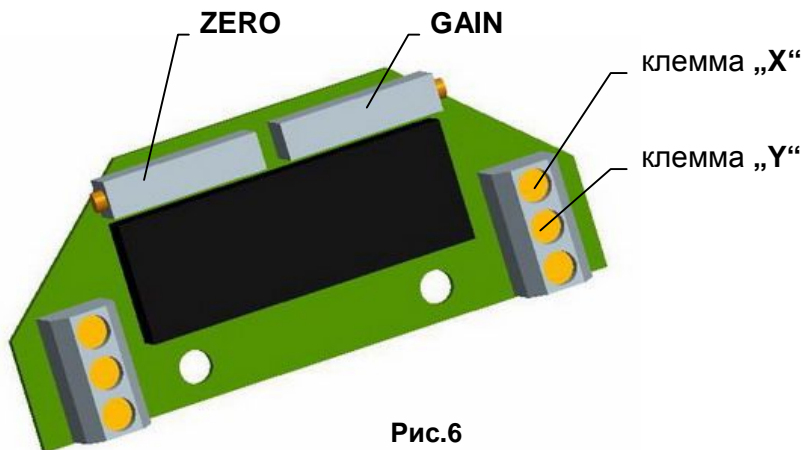

Рис.6
##### 4.4.2 EPV - 3-проводниковое включение (рис.6)
- Установте датчик сопротивления на основании инструкций в предыдущей главе так, что величину сопротивления измеряйте на клеммах X-Y (рис.6). (употреблен датчик с сопротивлением 2000Ω или 100Ω);
- Поворачиванием устанавливающего триммера ZERO (рис.6) установте величину выходного сигнала тока, измеряемого на клеммах 81-82, на величину 0 мА или 4 мА.
- Поворачиванием устанавливающего триммера GAIN (рис.6) установите величину выходного сигнала тока, измеряемого на клеммах 81-82, на величину 20 мА или 5 мА.